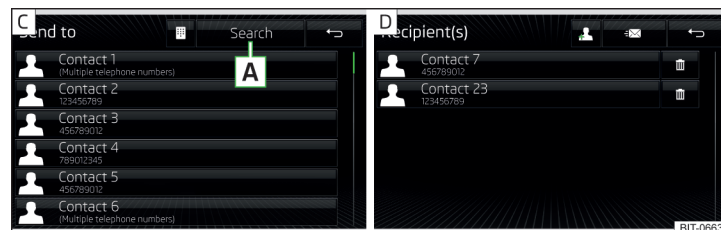

Fig. 215 Lista de contacto / lista de receptores
- Seleccionar el receptor del mensaje de la lista de contacto visualizada o introducir el número telefónico pulsando la superficie funcional [☎] » fig. 215 - [C].
- Pulsar la superficie funcional [✉] » fig. 215 - [D], el mensaje es enviado.
Después que se abrió la lista de contactos se pueden realizar las siguientes funciones » fig. 215 - [C].
Después de la selección del número de contacto o la introducción del número de teléfono se visualiza la lista de receptores en la pantalla » fig. 215 - [D].
Pulsando una de las superficies funcionales se pueden realizar las siguientes funciones » fig. 215 - [D].
- [👤] Visualización de la lista de contactos con la posibilidad de añadir/retirar más receptores del mensaje (para regresar a la lista de receptores » fig. 215 - [D] pulsar la superficie funcional ↩️)